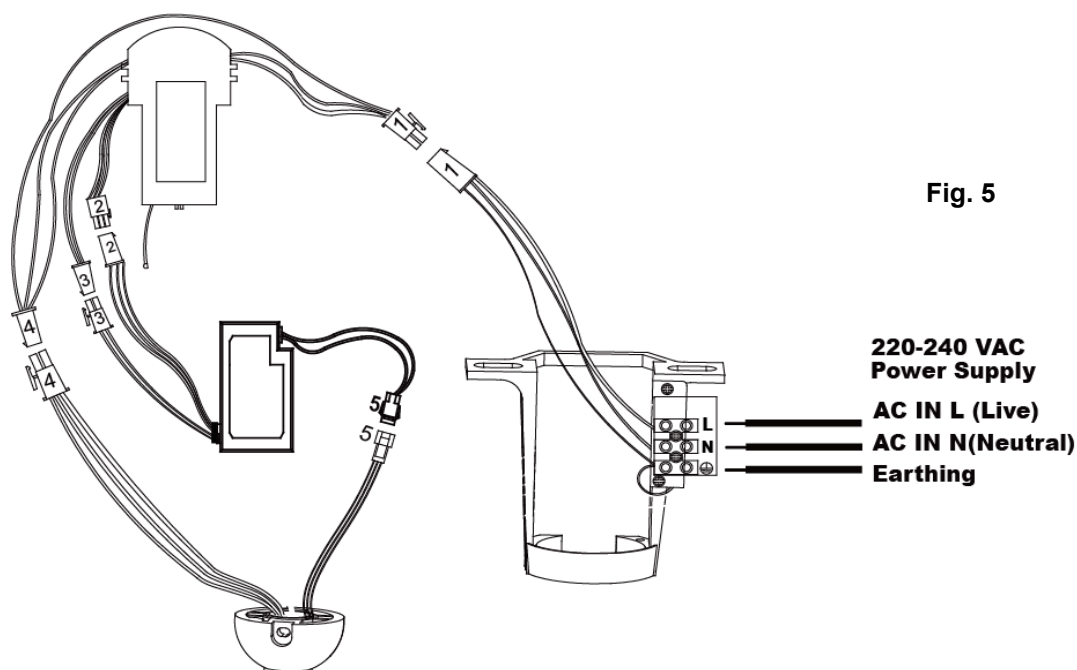

Fig. 5
3. Consulte el diagrama de cableado proporcionado para la Conexión/Instalación Eléctrica. Fig.5
4. Después de completar el cableado eléctrico en los terminales del soporte de montaje y de conectar los cables de entrada de alimentación del receptor remoto y del cableado fijo a través de los conectores rápidos de 4 puertos (1); conecte los cables de entrada de alimentación del controlador del LED y los cables de salida de alimentación al receptor remoto a través de los conectores rápidos de 2 puertos (3); conecte los cables de entrada de la señal PWM del controlador de LED y los cables de salida de la señal PWM al receptor remoto a través de los conectores rápidos de 3 puertos (2); conecte la salida al ventilador del receptor remoto y los cables de entrada del motor a través de los de conectores rápidos de 4 puertos (4); conecte también los cables de salida del controlador de las luces LED a través de los conectores rápidos de 3 puertos (5). **Fig.5**